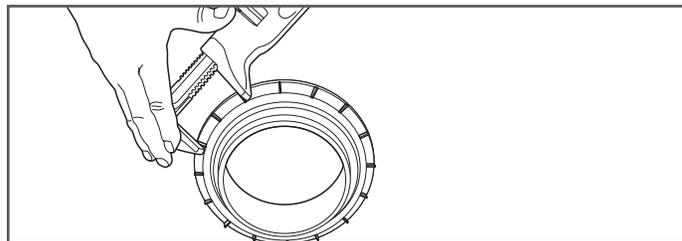

Figura 22-8
6. En el interior del contenedor de derrame, enrosque la tuerca de seguridad al acoplamiento de entrada. Use una llave de tubo para ajustar la tuerca de seguridad hasta que esté firme. (Figura 22-8)